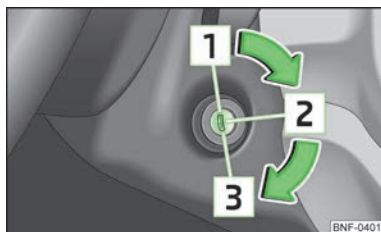

Fig. 63
- Durante la marcha con el motor parado, la llave de encendido ha de estar siempre en la posición **[2]** » **fig. 63** de la página 58 (encendido conectado). Esta posición se indica encendiéndose los testigos de control. Si no es así, podría producirse inesperadamente el bloqueo de la dirección - ¡Peligro de accidente!
Si la **dirección está bloqueada** y no se puede girar la llave de contacto la posición 2 » fig. 63 o resulta muy difícil, se debe ligeramente el volante hacia los lados para liberar el bloqueo de la dirección.
Pisar el pedal del embrague a fondo, conectar el encendido 2 » fig. 63 de la página 58 y arrancar 3 - no acelerar. Mantener el pedal de embrague pisado a fondo hasta que el motor arranque.
Parar el motor girando la llave de contacto a la posición 1 » fig. 63 de la página 58.